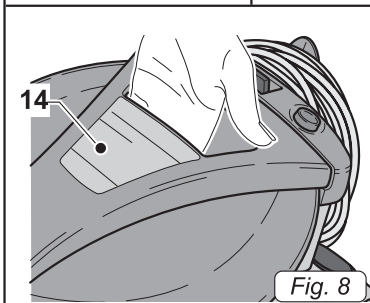

Fig. 8
- Pour le soulèvement de l'appareil insérer les doigts dans la poignée (14 Fig. 8) située sur la partie supérieure du couvercle.